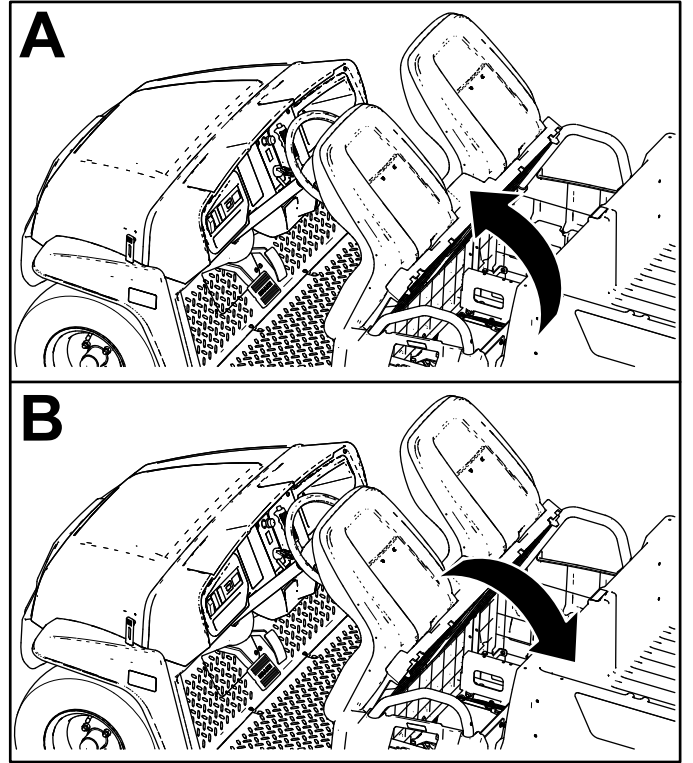

Bild 25
Schieben Sie den Sitz vorwärts, bis er am Lenkrad aufliegt, um ihn anzuheben (Bild 25).
Schieben Sie den Sitz rückwärts, bis er in der Ausgangsstellung ist, um ihn abzusenken (Bild 25).
1. Schieben Sie den Sitz vorwärts in die angehobene Stellung (Bild 25).